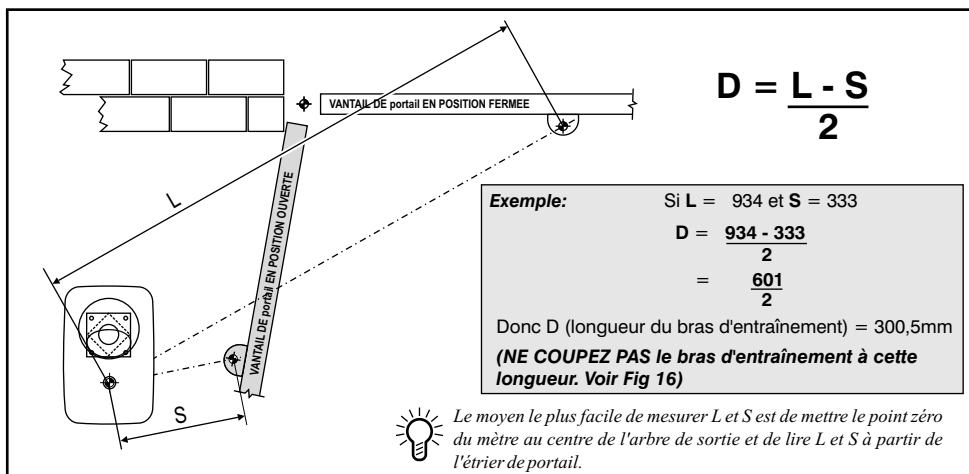
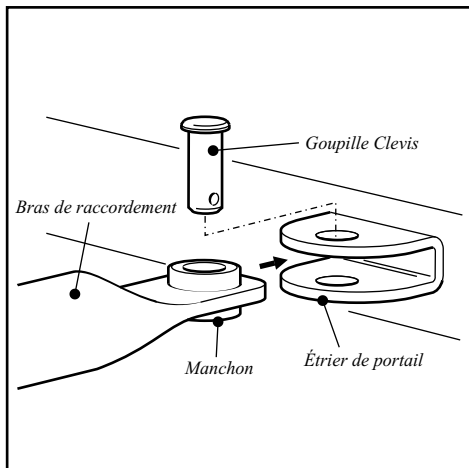

Figure 14 Comment déterminer la longueur du bras d'entraînement
Figure 17 Fixez le bras de raccordement dans l'étrier de portail
10. Fixez le moteur sur le pied ou sur la console murale comme le montre la Figure 14 à l'aide de boulons et rondelles M8 fournis.
- Adaptez le bras d'entraînement et l'ensemble de transmission à l'arbre de sortie du moteur comme le montre la Figure 14 à l'aide des boulons à tête M12 et de la bride de fixation du bras d'entraînement (Voir Fig.17). (Assurez-vous que les plats de l'arbre et du joint sont alignés avant de serrer le boulon à tête).
- Préparez le bras de raccordement en vue de son installation en plaçant le tube intérieur en position rétractée (Voir Fig. 17). Faites tourner le tube intérieur dans le sens des aiguilles d'une montre jusqu'à ce que le verrou type bâton de ski commence à se serrer. Ne serrez pas trop, ce qui rendrait l'ajustement final plus difficile.